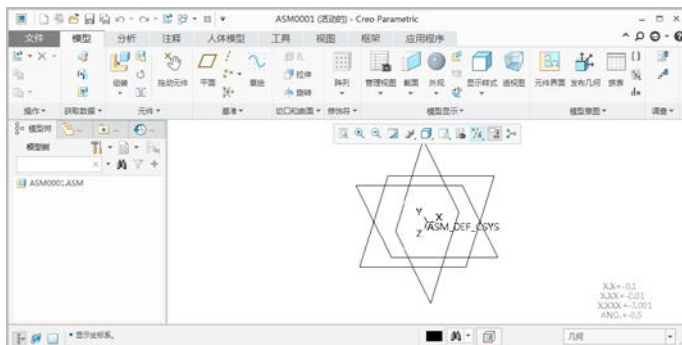

图 7-4 装配环境
- 05** 单击“确定”按钮 ，即可进入装配环境，如图 7-4 所示。